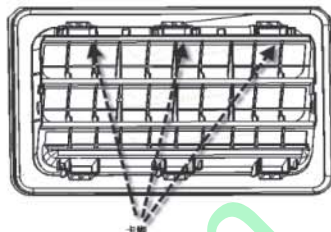

图 2-4-1 后通风口拆卸示意图
- (1) 将后通风口总成两侧向外拉出 (远离车身方向), 即可完成后通风口总成的拆卸;
- (2) 注意拆卸时, 需从行李箱内侧进行, 将其卡脚 (如图 2-4-1 所示) 悬臂依次摁压脱离钣金, 不可从车外侧强力掰扯产品, 以免产品结构断裂报废。